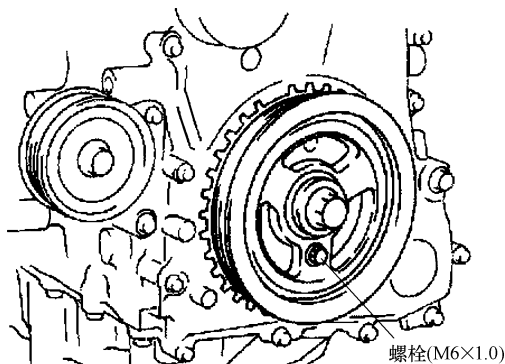

图 25-14 用 M6 螺栓把曲轴带轮
3) 按照图 25-14 所示，用 M6 螺栓把曲轴带轮安装到发动机前盖上。